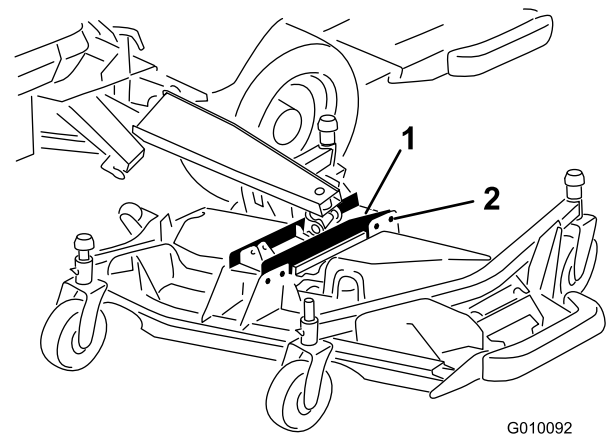

Figura 7
5. Retire los 8 tornillos con arandela prensada y las contratuerclas que sujetan el conector de la plataforma a la unidad de corte (Figura 7).
7. Instale el conector en la unidad de corte con 8 tornillos con arandela prensada y contratuerclas (Figura 7).